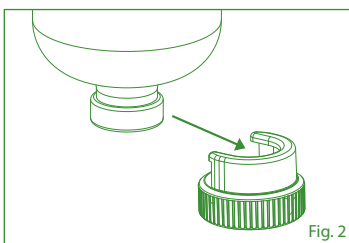

Fig. 2
2. Insert bottle into lock (Fig. 2, max $\varnothing$ 20 mm).
2. Setzen Sie die Flasche in den Verschlussring ein (Abb. 2 max $\varnothing$ 20 mm).
2. Insérez la bouteille dans la fixation (Fig. 2, max $\varnothing$ 20 mm).